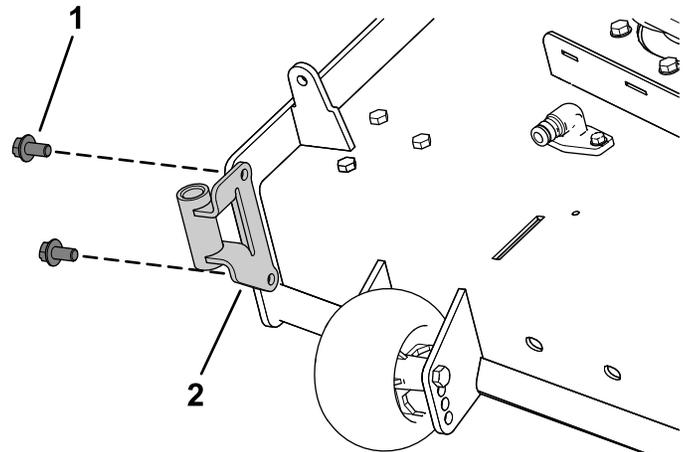

Figura 7
1. Instale el soporte del soplador en la carcasa de corte usando 2 tornillos de cabeza hexagonal con arandela prensada ($\frac{3}{8}$ " x $\frac{3}{4}$ "), como se muestra en la Figura 7.